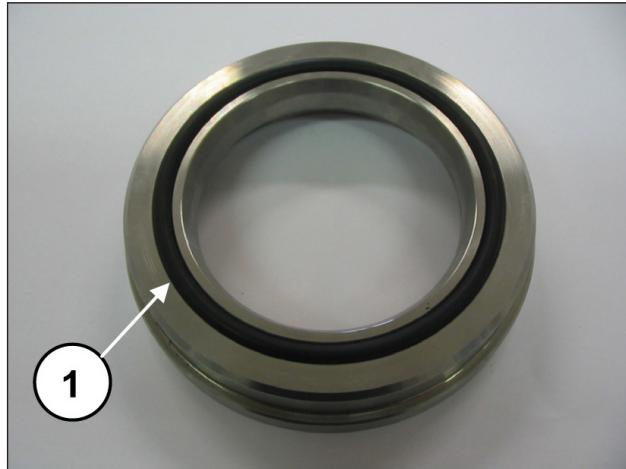

Fig. 200
Ahora, montar la junta tórica (pos. ①, Fig. 200) en el anillo de cabecera de los anillos de estanqueidad KC y colocarla en el alojamiento de la cabeza.